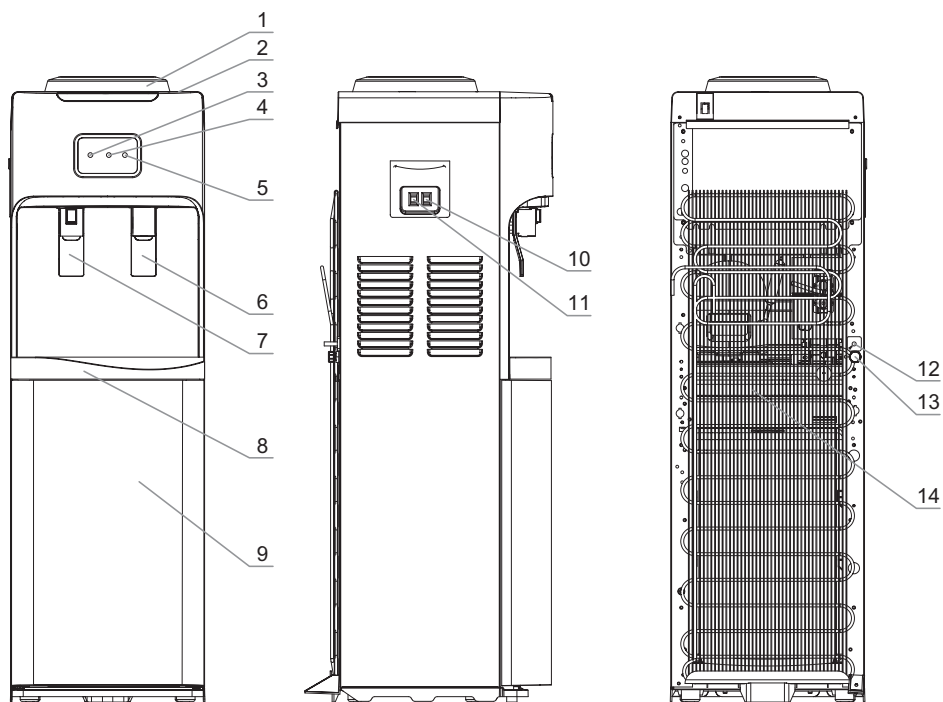

Рис. 1. Схема аппарата V115B
Для того чтобы налить горячую воду, нажмите кружкой на кран подачи горячей воды (рис. 1–7). Для того, чтобы налить холодную воду нажмите кружкой на кран подачи холодной воды (рис. 1–6). В силу технических особенностей кранов допустимо подкапывание воды в объеме 5–10 мл, после каждого использования аппарата, капли стекают в лоток каплесборника (рис. 1–8).
Выключатели нагрева (рис. 1–10) и охлаждения (рис. 1–11)
Индикатор нагрева воды (рис. 1–4) горит, когда аппарат нагревает воду.
Индикатор охлаждения воды (рис. 1–5) горит, когда аппарат охлаждает воду.
Перед первым использованием рекомендуется слить по 500 мл воды через каждый кран. Если кабель электропитания (рис. 1–12) и выключатель нагрева (рис. 1–10) были
Когда Вы убедились, что вода из крана холодной и горячей воды (рис. 1–6, 1–7) идет непрерывной струей, установите выключатели
нагрева и охлаждения (рис. 1–10, 1–11) в положение **I**.
1. Сразу установите выключатели нагрева и охлаждения (рис. 1–10, 1–11) в положение **O**.
4. Убедившись, что вода из кранов подачи воды идет непрерывной струей, установите выключатели нагрева и охлаждения (рис. 1–10, 1–11) в положение **I**.
Отключение и включение нагрева и охлаждения при замене бутылки осуществляется исключительно с помощью выключателей нагрева и охлаждения (рис. 1–10, 1–11), а не кабелем электропитания, а не сетевым кабелем. После кратковременного отключения аппарата от сети электропитания повторное включение допускается через 2–3 минуты.
3. Снимите съёмные детали с аппарата (рис. 1–1, 1–8) и тщательно промойте их с небольшим количеством моющего раствора, предназначенного для мытья посуды.
4. Остатки воды в системе необходимо слить через сливное отверстие (рис. 1–13), расположенное на задней стенке аппарата, после чего закрыть отверстие.
6. Промойте аппарат чистой водой: необходимо залить в систему около 4 литров чистой воды, затем слить через краники подачи горячей (рис. 1–7) и холодной воды (рис. 1–6) и отверстие для слива (рис. 1–13). При необходимости повторите процедуру.
5. Остатки воды в системе необходимо слить через сливное отверстие (рис. 1–13), расположенное на задней стенке аппарата, после чего закрыть отверстие.